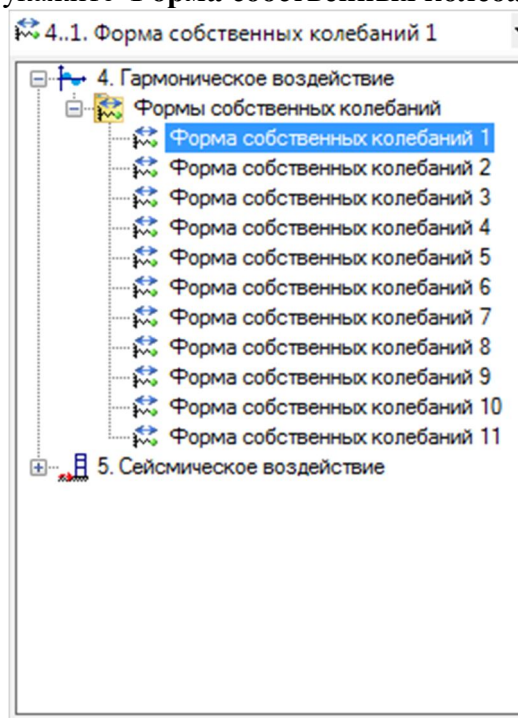

Рис. 34. Выбор формы колебаний
- Для просмотра первой формы колебаний гармонического воздействия в выпадающем списке загрузений выберите **4. Гармоническое воздействие**, в подпункте **Формы собственных колебаний** укажите **Форма собственных колебаний 1** (рис. 34);